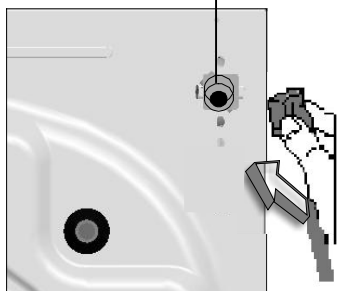
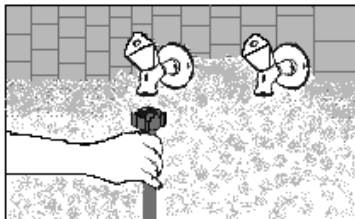

Fig.6
Fig. 7
- Branchez le raccord (coudé) du tuyau d'arrivée d'eau à l'arrière de la machine avec 1 joint (fig.6) et l'autre raccord (droit) au robinet avec le joint avec filtre (fig.7). En cas de doute, faites brancher la machine par un installateur qualifié.